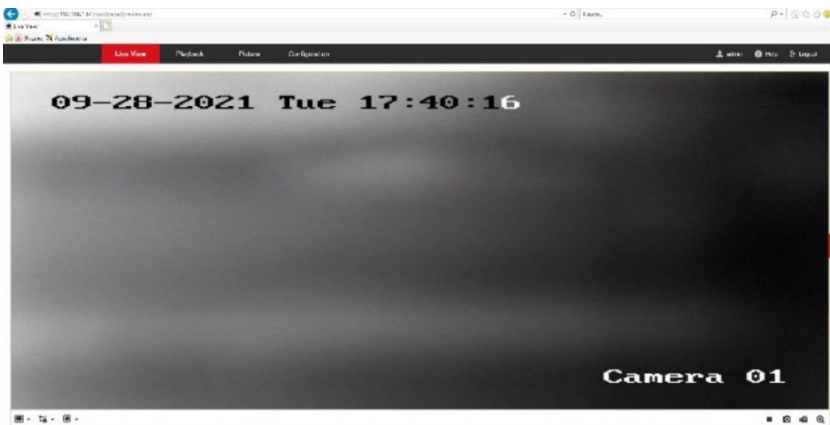

Рисунок 11 – Вывод изображения с тепловизора
- 3) Удостоверится в том, что на экран выводится меню настройки тепловизора (Рисунок 11).